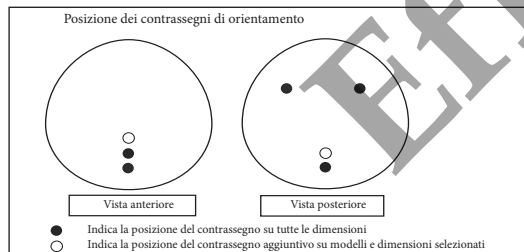

FIGURA 1
- *Natrelle*® 150 è dotato di una mini unità di iniezione remota auto-sigillante, compatibile con la risonanza magnetica (RM), con una protezione in titanio per l'ago che impedisce la perforazione accidentale della base dell'unità stessa.
- Le protesi mammari *Natrelle*® in gel a singolo lume anatomiche sono dotate di contrasegni di orientamento per facilitare il corretto posizionamento della protesi durante l'intervento chirurgico (vedere Figura 1).